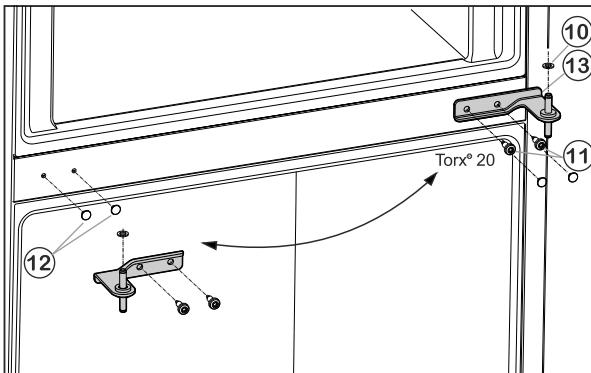

Fig. 6
- ▶ Внимателно издърпайте капациите Fig. 6 (12) и отново ги поставете на срещуположната страна.